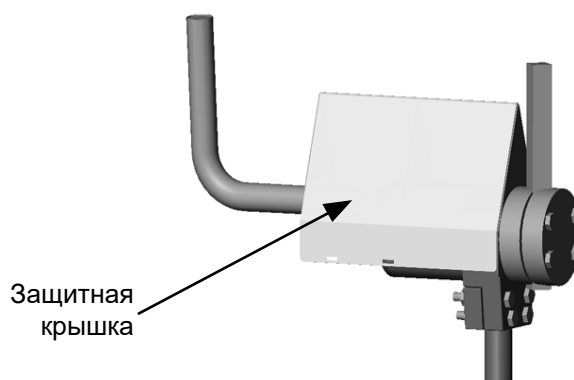

Рисунок 3: Защита, установленная над головкой датчика
- Головку можно закрыть защитной крышкой, защищающей датчик от падающих материалов и предотвращающей излишнее скопление материалов на головке (Рисунок 3).